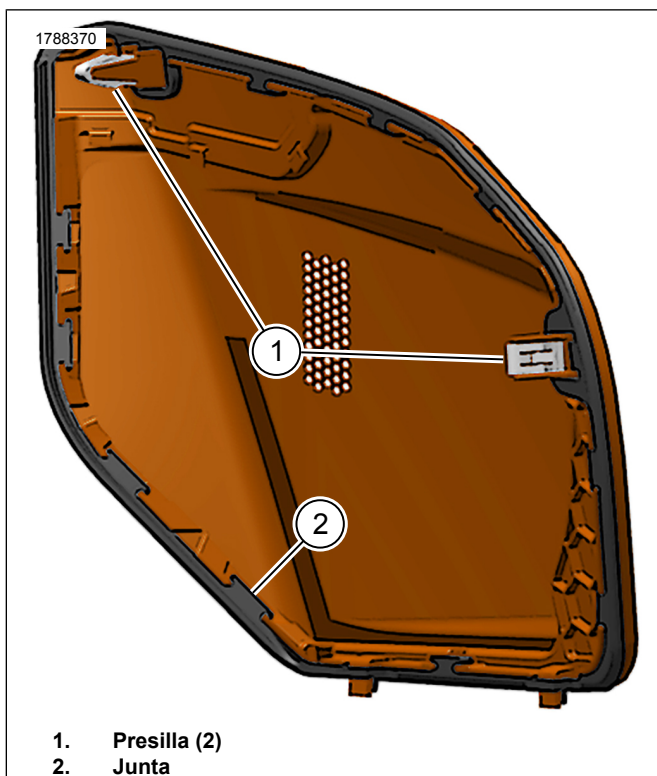

Figura 5. Junta de rejilla
- a. Figura 5 Verifique que las presillas (1) y la junta (2) estén en su lugar en la rejilla.